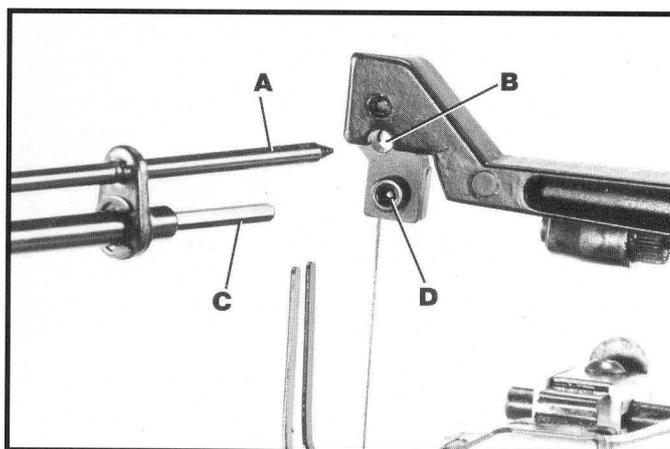

Fig. 11
4. Insérez l'extrémité longue (A) fig. 11, de la clé de changement rapide de la lame dans le trou (B) du porte-lame supérieur. Ceci aligne automatiquement la clé (C) avec la vis du porte-lame (D).